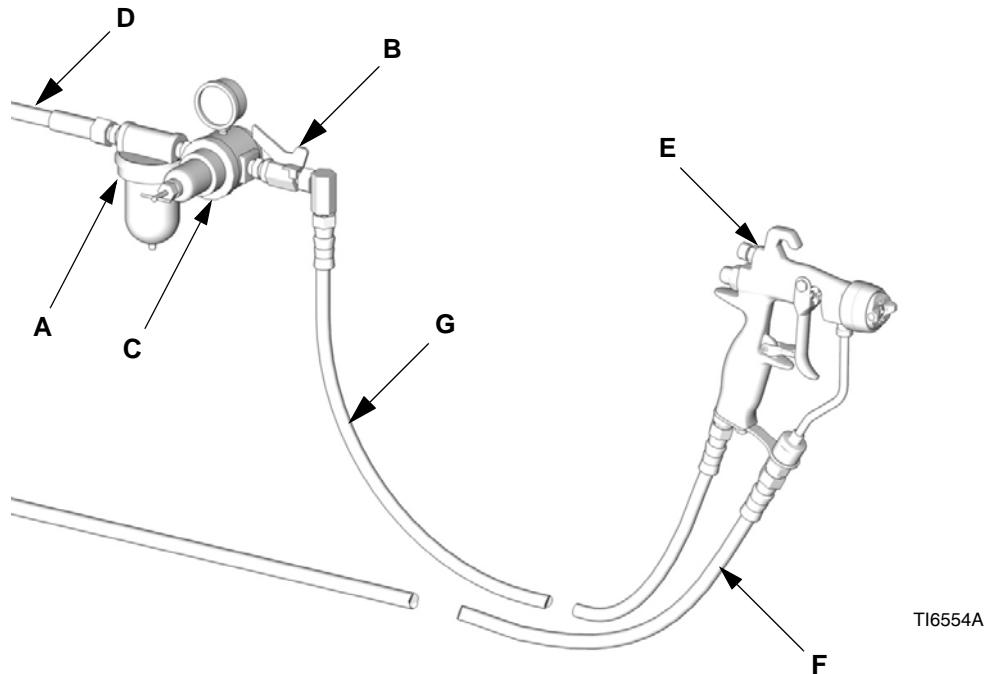

Рис. 1. Типовая установка (представлена модель G15)
Типовая установка, показанная в Рис. 1, носит рекомендательный характер при выборе и установке пневмопротягивательных систем. Свяжитесь с дистрибутором Graco для получения содействия при разработке системы, отвечающей вашим нуждам.
1. Установите воздушный фильтр (A) в воздухопровод пистолета, чтобы обеспечить подачу сухого чистого воздуха. Грязь и влага могут оказывать негативное воздействие на внешний вид обрабатываемой поверхности. Смотрите Рис. 1.
2. Установите регулятор давления воздуха (C) в воздухопровод пистолета для регулирования давления поступающего воздуха.
3. Установите клапан отключения подачи воздуха (B) в воздухопровод пистолета и насоса для приостановки подачи воздуха в пистолет.